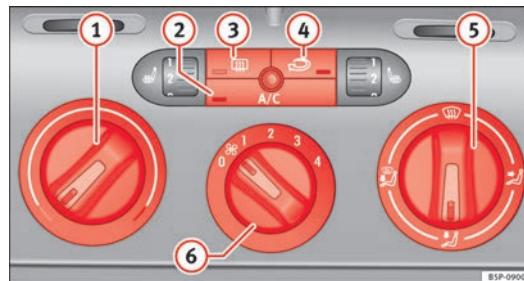

Fig. 127 Mandos del Climatic en el tablero de instrumentos.
- Gire el regulador de la temperatura ⇒ fig. 127 ① hacia la derecha hasta alcanzar el grado de calefacción deseado.
Con la recirculación de aire conectada → fig. 127   se evita que los malos olores o el aire contaminado del exterior, por ejemplo, al atravesar un túnel o en un atasco, penetren en el habitáculo.